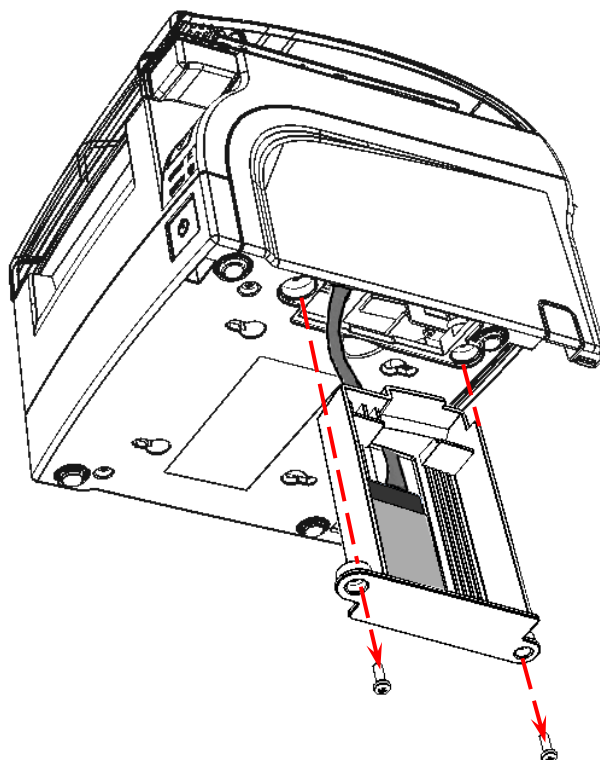

Рисунок 13. Извлечение отсека для ФН из корпуса ККТ
- 2** Извлечь отсек для ФН, открутив винты крепления. Отключить кабель ФН–ККТ от ФН, извлечь ФН (см. рисунок 13).
- 20** Установить отсек в корпусе, вкрутить два винта (см. рисунок 13).